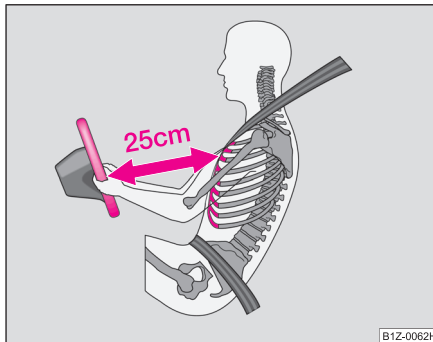

Abb. 88 Sicherer Abstand vom Lenkrad
- Der Fahrer muss einen Abstand zum Lenkrad von mindestens 25 cm einhalten ⇒ Abb. 88. Wenn Sie den Mindestabstand nicht einhalten, kann Sie das Airbag-System nicht schützen – Lebensgefahr!